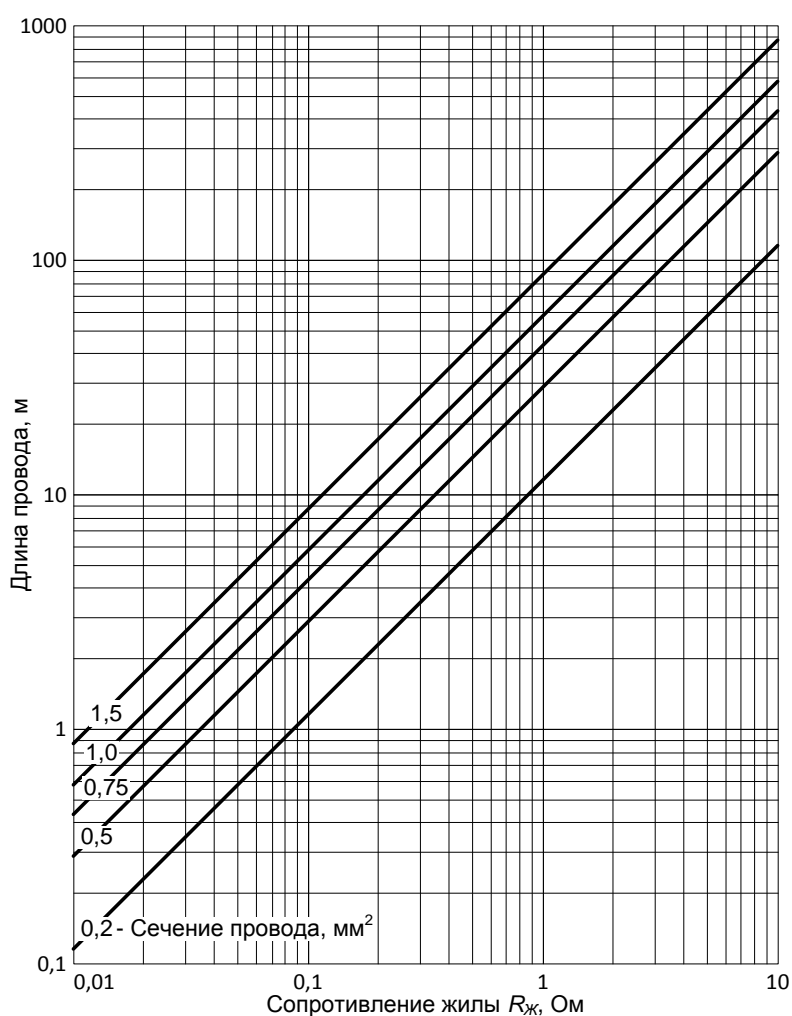

Рисунок 10
- с)** Длина соединительных проводов и их сечение выбираются исходя из полученного сопротивления $R_{\text{Ж}}$. Для определения длины проводов в зависимости от сопротивления и площади сечения можно воспользоваться номограммой, приведённой на рис. 10.